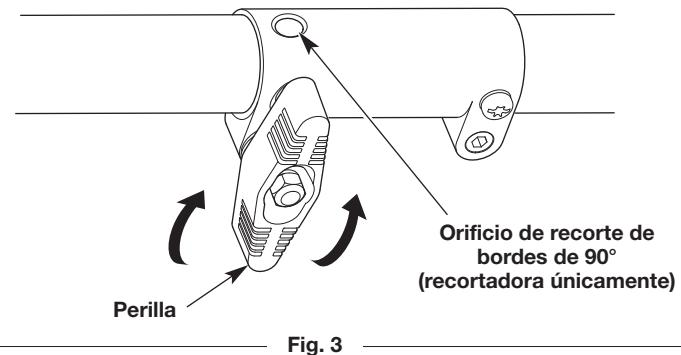
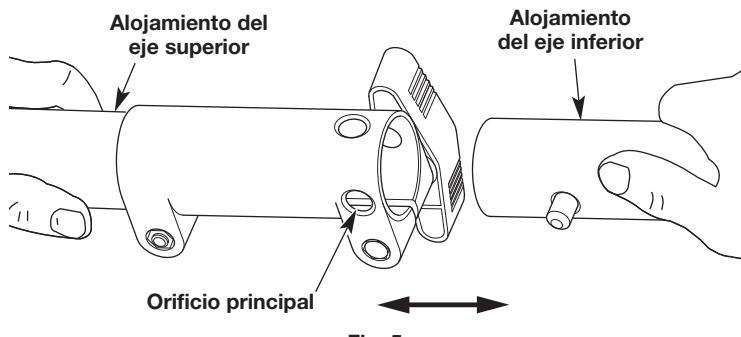

Fig. 3
Fig. 5
1. Gire la perilla en el sentido contrario a las agujas del reloj para aflojarla (Fig. 3).
2. Mientras sujetas con firmeza el accesorio, empújelo en línea recta dentro del acoplador hasta que el botón de liberación entre a presión y quede firme dentro del orificio principal (Fig. 5).
3. Gire la perilla en el sentido de las agujas del reloj para ajustar (Fig. 3).
PRECAUCIÓN: Antes de utilizar esta unidad, asegúrese de que el botón de liberación entre a presión completamente dentro del orificio principal (Fig. 5) y que la perilla (Fig. 3) quede bien ajustada.
Para un reborde decorativo con un accesorio de recorte, trabe el botón de liberación en el orificio de recorte de bordes de 90° (Fig. 3).
3. Mientras sujetas firmemente el alojamiento del eje superior, tire del accesorio de manera recta para sacarlo del acoplador (Fig. 5).